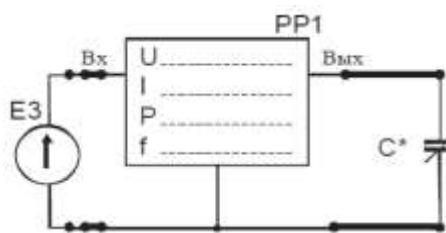

Рис.16.
4. Для определения величины емкости конденсатора собрать схему по рис. 16. В качестве исследуемого конденсатора C^* использовать перестраиваемый конденсатор $C1$ в соответствующей позиции переключателя (например, запись C1-2 означает, что переключатель батареи конденсаторов $C1$ должен быть в позиции «2»). После проверки схемы преподавателем включить электропитание стенда и источник питания $E3$, установить у измерителя мощности режим измерения частоты f . В соответствии с заданием (табл. 15) установить заданные значения величины напряжения питания и его частоты. Частоту устанавливать с точностью $\pm(5...10)$ Гц. Измерить величину тока, напряжения и частоты в цепи. Результаты занести в табл. 17.